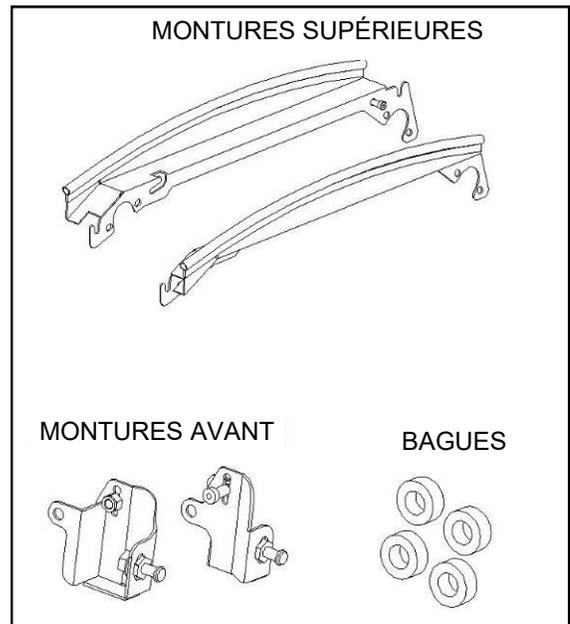

Fig. 1.1 (contenu du kit de montage)
- 1.1 Si vous n'installez qu'un toit par lui-même, n'utilisez que les montures supérieures indiquées à la figure 1.1 (pas les montures avant ou les buissons). Si vous installez un pare-brise ou des portes, utilisez tous les composants du kit de montage indiqués.